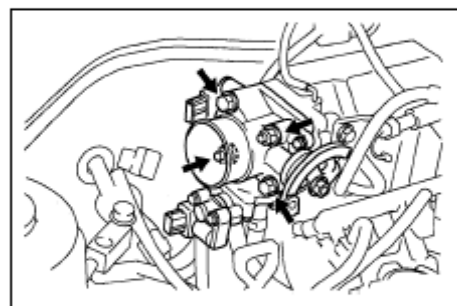

Рис. 36
(1) Отсоедините разъем датчика положения дроссельной заслонки.
(2) Отсоедините разъем от клапана ISC.
(3) Открутите 2 болта и 2 гайки, и отсоедините дроссельную заслонку (см. Рис. 36).